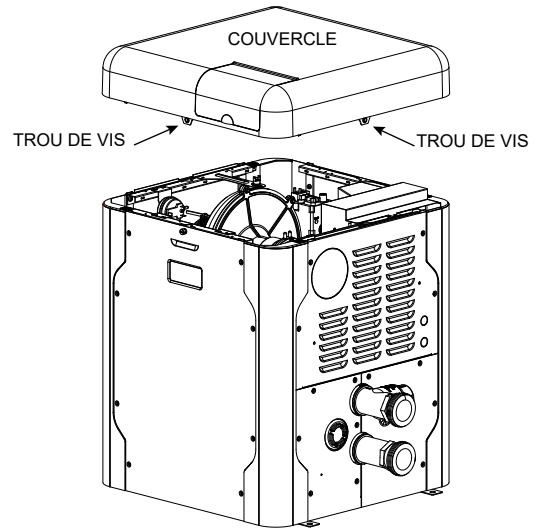

Figure 34. Retrait du couvercle de l'appareil
Pour faire pivoter le couvercle, retirez les (2) vis moletées qui l'unissent à la paroi de l'appareil, comme indiqué ci-dessous. Faites pivoter le couvercle à la position désirée et réinstallez les vis moletées pour le fixer à la paroi de l'appareil. Voir **Figure 34**, page 27.
1. Retirez les vis moletées des faces avant et arrière. Voir Figure 34. Déposez le couvercle à l'écart pendant l'entretien.